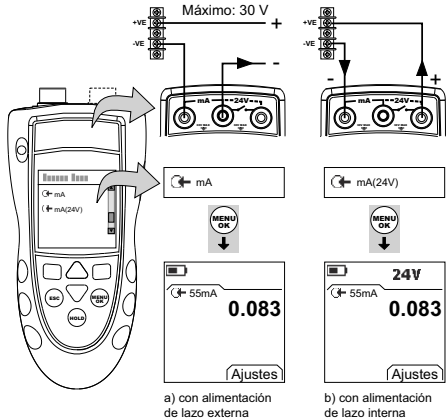

Figura 7: Ejemplo de configuración - Medición de mA
1. Conecte el instrumento (Figura 7) y, si es necesario, ajuste la opción Configurar (Tabla 1).
1. Sólo DPI802/802P. Conecte el instrumento al equipo de calibración (Figura 7).